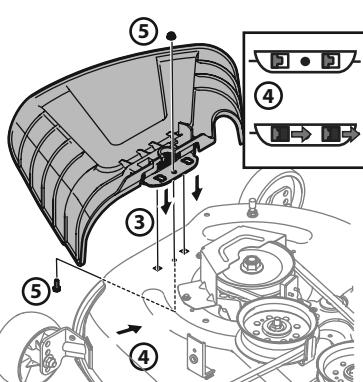

Figura 11
3. Ubique el deflector del canal en la plataforma, asegúrese de insertar las lengüetas de dicho deflector en los orificios de la plataforma. Consulte la Figura 11.
4. Deslice el deflector del canal hacia la parte posterior del tractor hasta que el orificio del perno que está en el deflector del canal quede alineado con el orificio de la plataforma. Consulte la Figura 11.
5. Sujete el deflector del canal en su lugar con la tuerca de seguridad con brida y el tornillo hexagonal que se extrajeron en el paso dos. Ajuste hasta 102-124 pulgadas-libras (11.5-14 N·m). Consulte la Figura 11. Pase a "Ajuste de las Ruedas de la Plataforma".